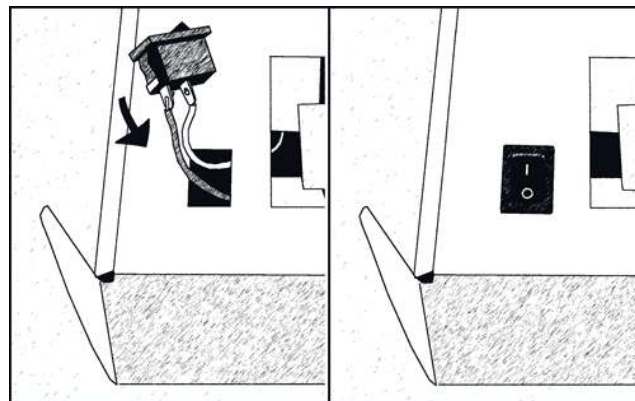

Рис.6
5. **Установка выключателя.** С выключателем проделываем то же самое, что и с кнопками. См. рис.6.